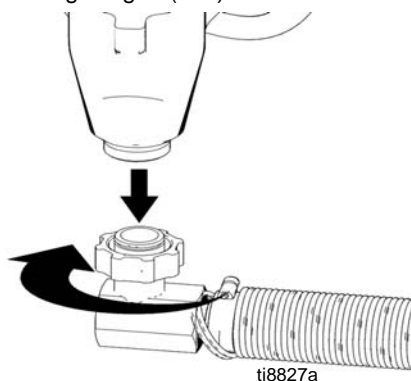

FIG. 13
3. (Fig. 13) Ta bort sugslangen (114).